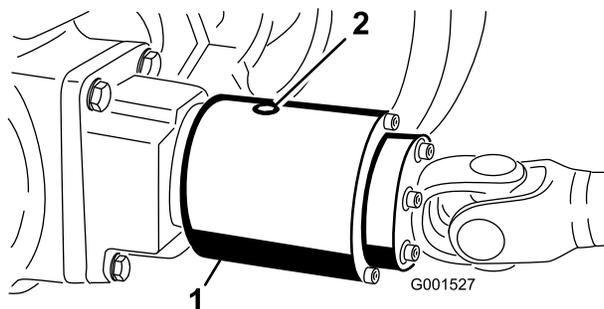

Figura 29
- Girate la frizione (Figura 29) in modo che il tappo di controllo sia in posizione ore 4.